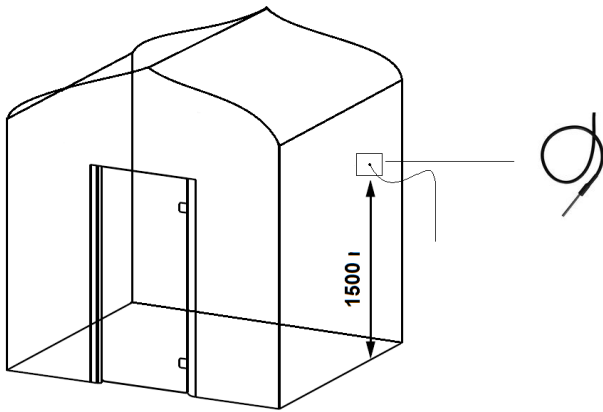

Рисунок 12.
- **Датчик температуры** устанавливается в парной на расстоянии 1,2 - 1,5 метра от пола (**см. Рисунок 12**).